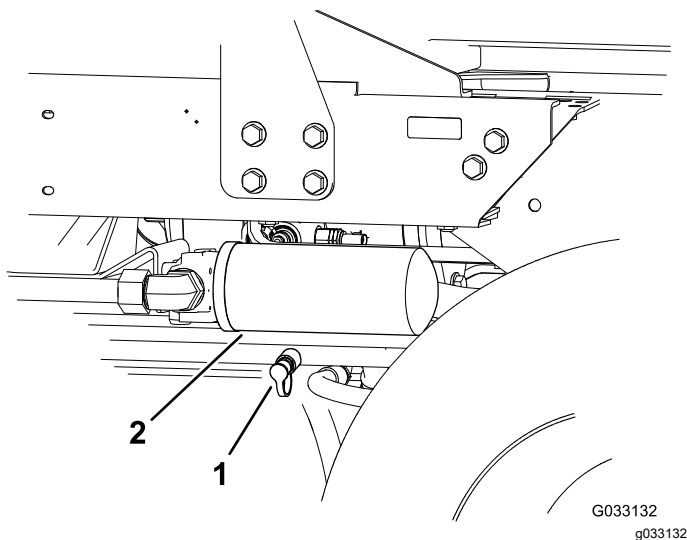

Figure 43
2. Branchez un flexible hydraulique entre le raccord de diagnostic monté dans le collecteur de déplacement arrière et la prise d'essai de pression de déplacement en marche arrière (Figure 43).